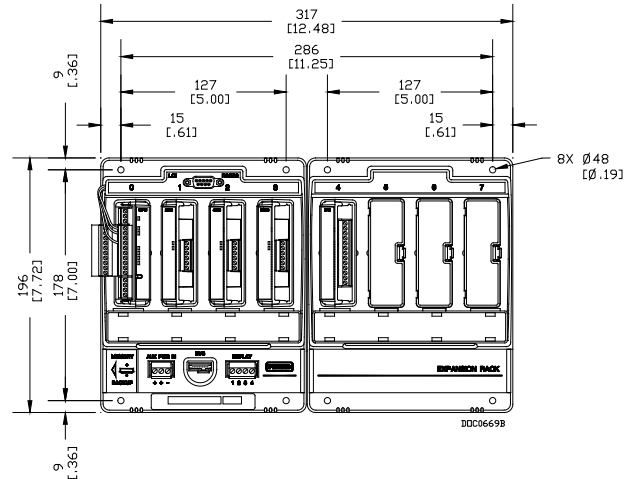

Figure 4. Dimensions du FB107 et du rack d'expansion
- Unité principale et rack d'expansion. Positionnez l'unité principale sur la plaque de montage du coffret et repérez l'emplacement des orifices de fixation sur la plaque en utilisant le FB107 comme modèle. Pour connaître les dimensions de l'unité principale avec rack d'expansion, reportez-vous à la Figure 4. Percez et taraudez des trous de montage dans la plaque à l'aide d'un taraud fileté UNC 8-32. Positionnez l'unité principale sur les emplacements taraudés et fixez-la à la plaque à l'aide des quatre vis 8-32 UNX x 1,00 in. de long fournies. Ne serrez pas complètement. Branchez le rack d'expansion à l'unité principale et marquez les emplacements des trous de montage du rack tout en le maintenant en position. Déposez soigneusement le rack d'expansion, puis percez et taraudez des trous de montage dans la plaque à l'aide d'un taraud fileté UNC 8-32. Branchez le rack d'expansion à l'unité principale et fixez-le à la plaque à l'aide des vis 8-32 UNX x 1,00 in. de long fournies. Serrez les huit vis de fixation entre 1,1 et 1,4 N m environ.